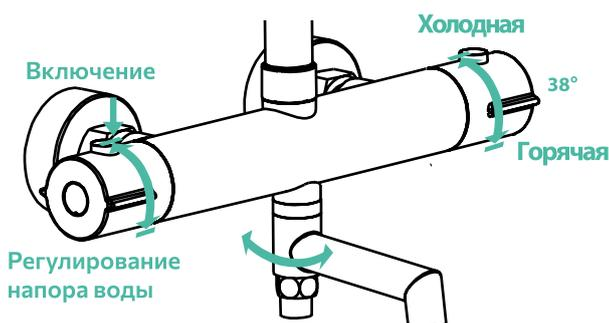

Рис. 4
- Левая ручка смесителя используется для включения / выключения смесителя и регулировки напора воды (рис. 4).